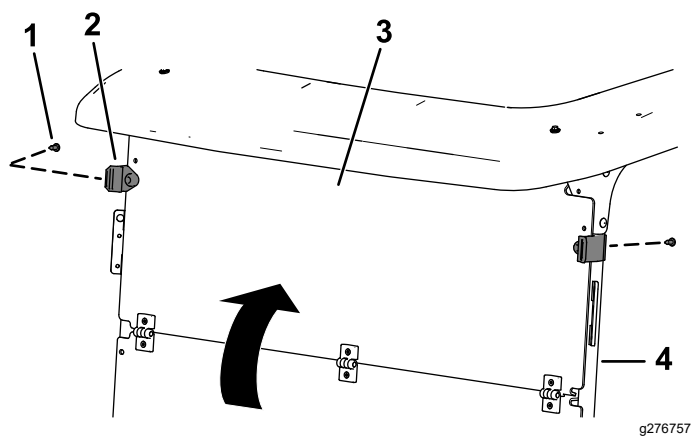

图 7
- 展开风挡并用 2 个橡胶夹和下部孔中的 2 个短塑料铆钉将风挡的上部固定至顶篷支撑管图 7。